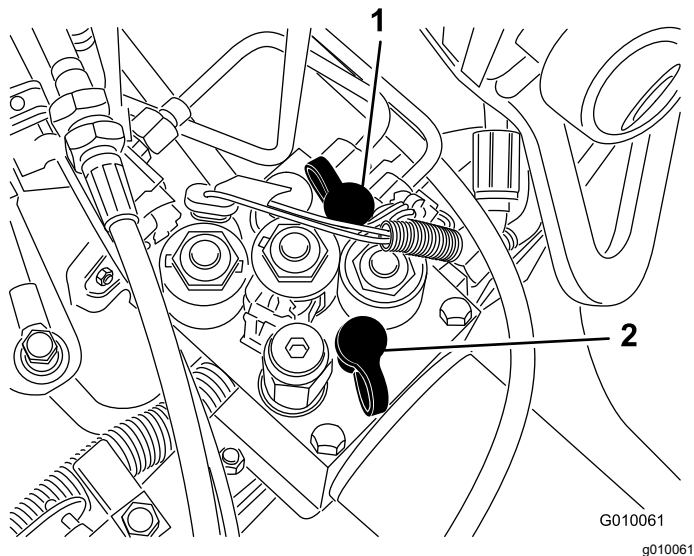

Рисунок 64
- Контрольное отверстие G 2 (Рисунок 64) служит для облегчения поиска неисправностей в нагнетательном контуре тяги.
- Контрольное отверстие G1 (Рисунок 64) служит для облегчения поиска неисправностей в нагнетательном контуре подъема.